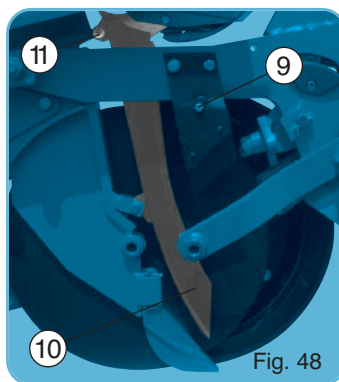
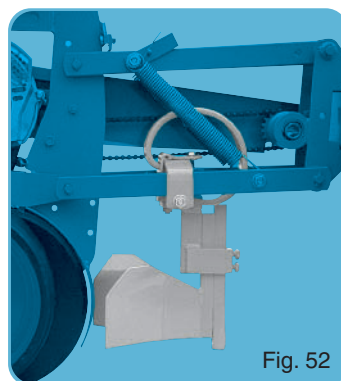

Fig. 48
Fig. 52
Avant toute nouvelle campagne et même en cours de campagne, vérifier l'état des goulottes de descente ⑩ : de leur bon état dépendra la régularité du semis. Ne pas hésiter à les remplacer si elles sont usées ou détériorées. Pour les démonter, retirer l'axe ⑪ après avoir enlevé une des roues jauge et un disque ouvreur (fig. 48). Le rôle des chasse-mottes ⑫ est de dégager la surface du sol et non de creuser un sillon, celui doucoteur est de fendre les sols durs et d'écartier les cailloux de la trace des disques : il faut donc les régler dans ce sens. Leur utilisation sur terrains encombrés de grosses pierres est délicate car ils peuvent provoquer des bourrages et blocages. Il faut dans ce cas leur préférer le montage sur support flexible (fig. 52) très efficace en conditions difficiles.
- Chasse-mottes flexible recommandé pour conditions difficiles (fig. 52).
Adjust the pressure of the scrapers of discs by means of bolts ⑨. Before each new planting season and even during planting, check if the drop tubes ⑩ are in good condition as consistent and regular seeding will depend on this. Do not hesitate to replace them if they are worn or damaged. To replace them, remove shaft ⑪ after removing one of the gauge wheels and one furrow disc opener (fig. 48). The function of clod removers ⑫ is to clear the surface of the soil but not to plow a furrow. One of the coulters is to slice open hard soil and move stones away from the track of the disc opener. They need to be adjusted accordingly. Using them in stony soils may be a problem because they can cause clogging and blocking. In this case it is better to choose an assembly with a flexible support bracket (fig. 52) which is efficient in difficult soil conditions.
- Flexible clod remover (fig. 52) recommended in difficult conditions.
Vergessen Sie nicht, den Zustand des Särohres ⑩ vor und während der Saison zu kontrollieren. Von ihrem guten Zustand hängt eine gleichmäßige Aussaat ab. Wenn das Särohr beschädigt oder verschlissen ist, müssen Sie dieses sofort ersetzen. Um das Särohr einzubauen, ziehen Sie die Achse ⑪ heraus, nachdem Sie eine Andruckrolle und die Säscheibe abgenommen haben (Abb. 48).
In diesem Fall kann auch ein beweglicher Klutenräumer montiert werden, der als Sonderausrüstung zu beziehen ist (Abb. 52).
- Bei schwierigen Verhältnissen sollen bewegliche Klutenräumer (fig. 52) verwendet werden.
De taak van de klutenruimer is het grondoppervlak vrij te maken en niet om een voor te trekken. De functie van het meskouter is een harde ondergrond open te trekken en stenen opzij te schuiven die in het spoor van het schijfkouter liggen. In deze richting moeten de meskouters dan ook worden ingesteld. Het kan een probleem zijn, deze te gebruiken op terreinen met veel stenen omdat hierdoor verstoppingen kunnen ontstaan of de machine geblokkeerd kan raken. Het is in dat geval beter ze te monteren op een flexibele steun (afb. 52). Deze is zeer efficiënt onder moeilijke omstandigheden.
- Klutenruimer aanbevolen voor moeilijke omstandigheden (afb. 52)